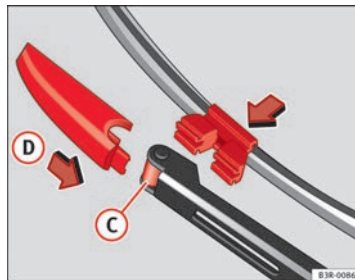

Abb. 182 Wischerblatt befestigen ▶
- Das neue Wischerblatt in die Aufnahme des Scheibenwischerarms ⇒ **Abb. 182 (C)** einsetzen.